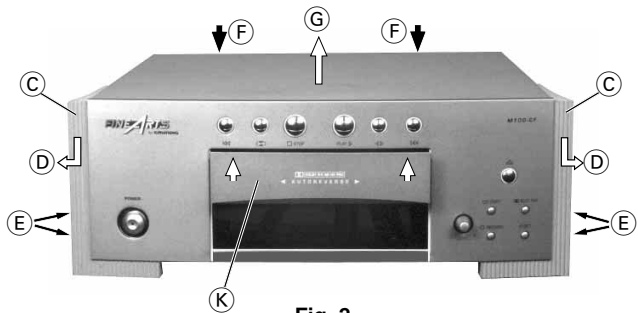

Fig. 2
- Seitenteile (C) in Pfeilrichtung (D) (Fig. 2) schieben und abnehmen.
### 2. Gehäuseoberteil abnehmen, Fig. 2
- Move the side parts (C) in the direction of arrow (D) (Fig. 2) and remove them.
### 2. Removing the top of the cabinet, Fig. 2
- Schubladenabdeckung mit Aluabdeckung (K) nach oben abziehen (Fig. 2).
- Pull out the front of the drawer together with the aluminium plate (K) (Fig. 2) towards the top.